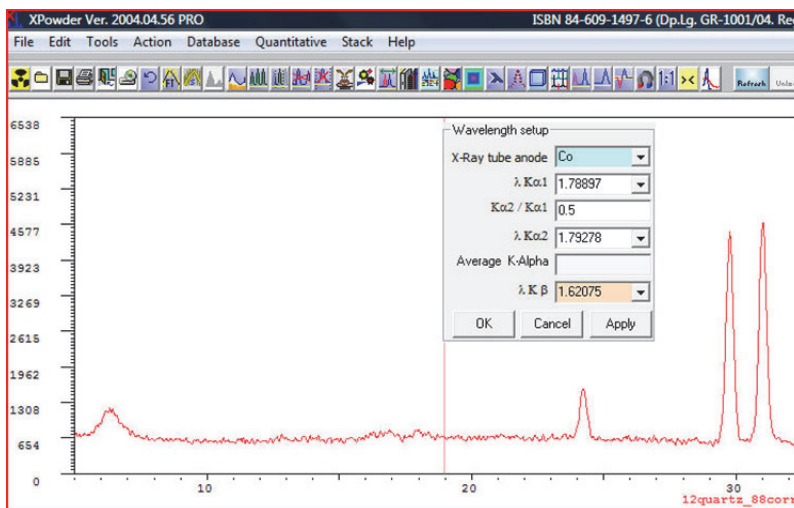

Figura C-4 Tela Results e caixa de diálogo Wavelength setup
4. Clique em **Open** para exibir a tela inicial do XPowder e a caixa de diálogo sobreposta **Wavelength setup** (veja Figura C-4 na página 85).